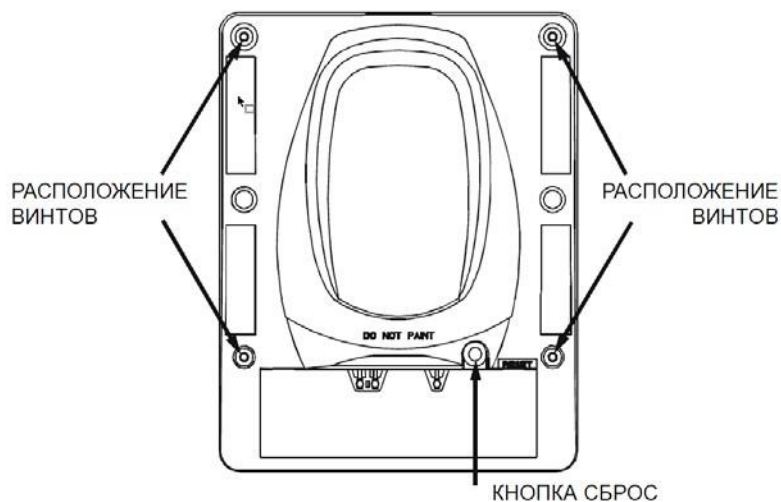

Рисунок 8.
1. Установите внешний светофильтр на детектор. Светофильтр крепится при помощи четырех невыпадающих винтов, расположенных по углам (рис.8). Необходимо равномерно затянуть все четыре винта.